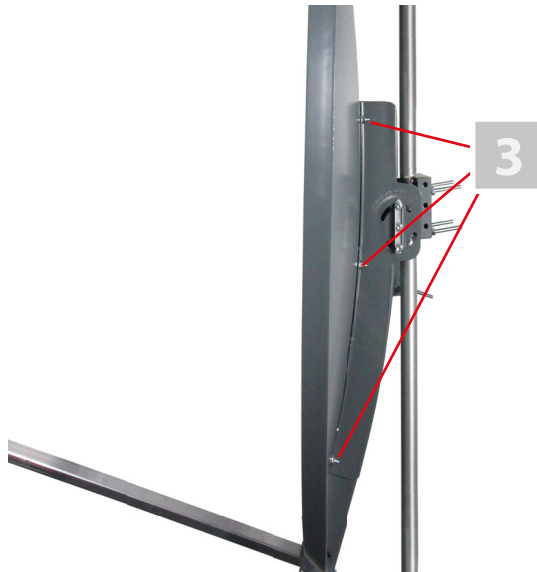

Bild 6: Reflektor montieren
1. Halten Sie den Reflektor so vor den Tragarm, dass die beiden Bohrungen im Reflektor deckungsgleich mit den Tragarmbohrungen [3] übereinander liegen (siehe Bild 6, oben).